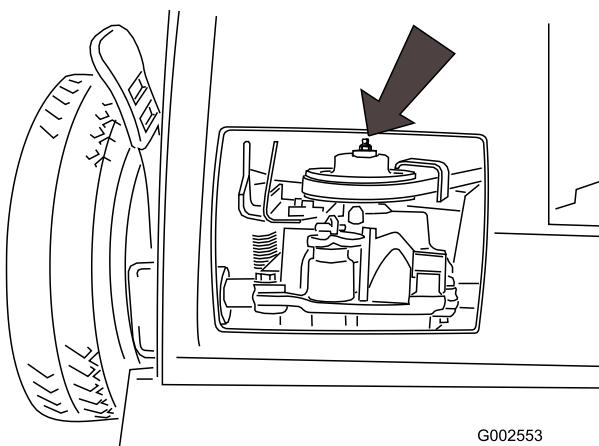

Bild 20
2. Führen Sie die Fettpresse durch die Öffnung in der Riemenabdeckung an den Schmiernippel (Bild 20).